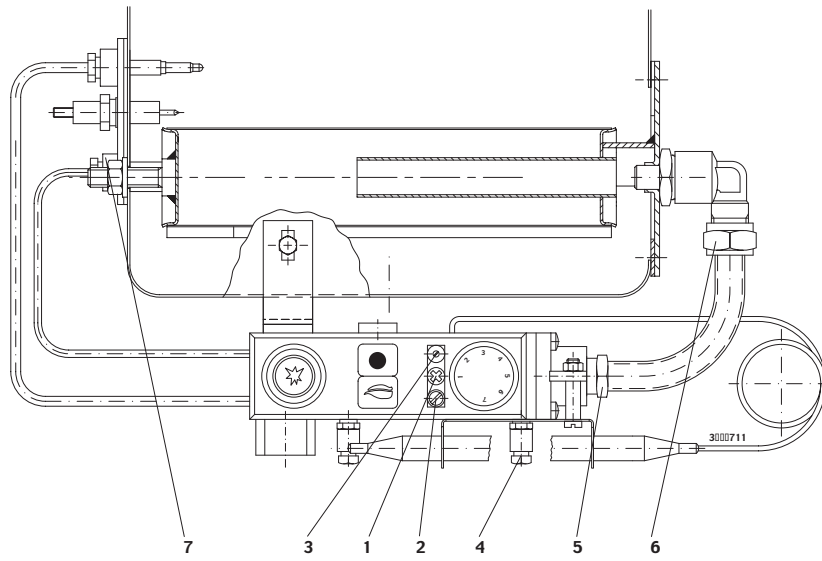
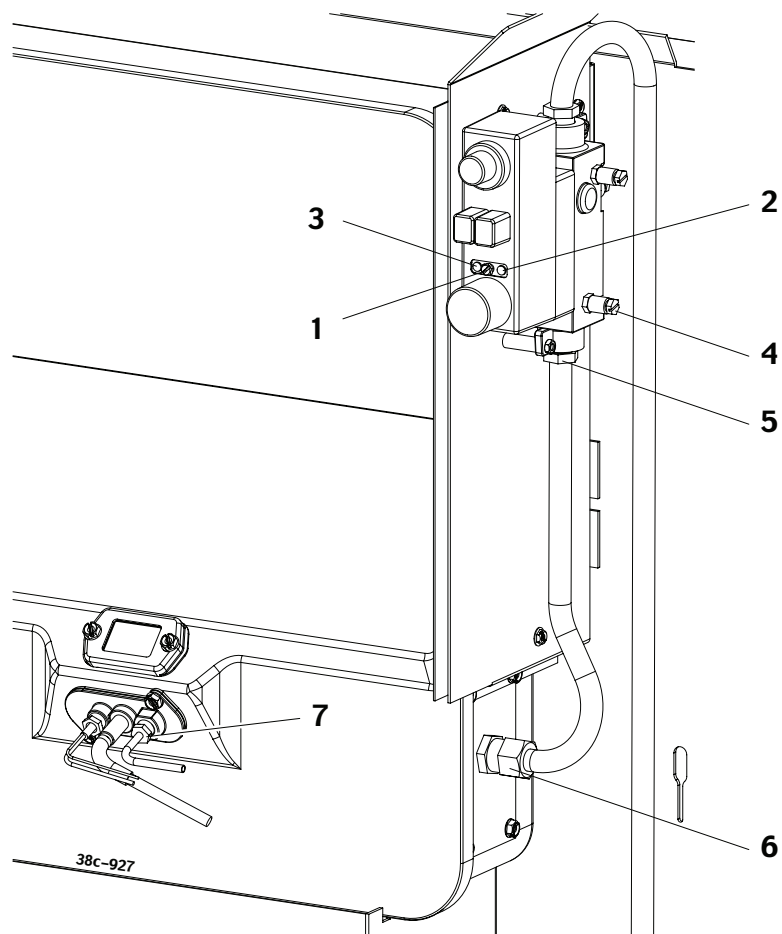

fig 9
fig 10
3. Cabeça de injector de ajustamento de precisão (fig. 10, pág. 61)
4. Ajustamento da pressão do queimador (fig. 9, pág. 61 / fig.10, pág. 61)